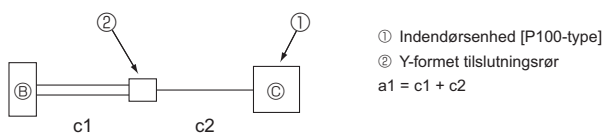

Fig. 5-2
*1 Selvom der bruges to kølemiddellængder mellem forgreningsdåsen og det Y-formede tilslutningsrør ved tilslutning af P100-indendørsenheden, skal rørlængderne udelukkende beregnes med udgangspunkt i længden af ét rør. (Fig. 5-2)